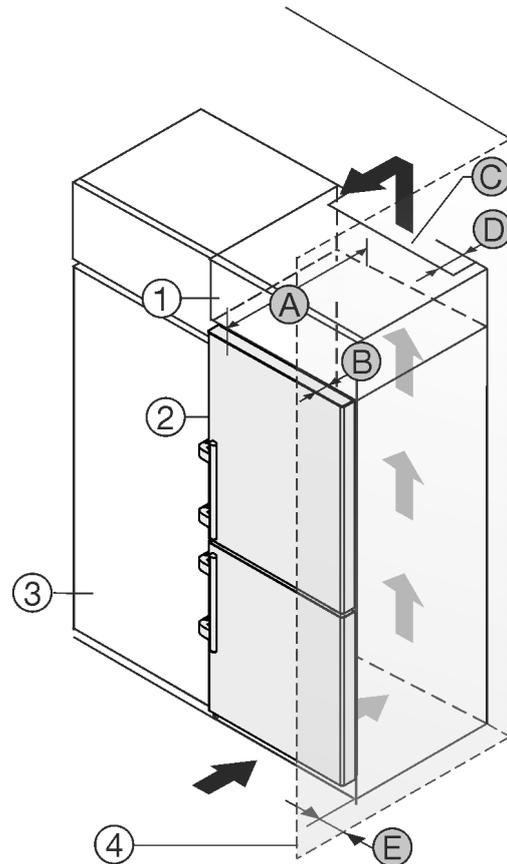

Fig. 47
L'apparecchio può essere incassato in mobili da cucina. Per adattare l'apparecchio Fig. 47 (2) all'altezza della cucina componibile, è possibile applicare sopra l'apparecchio un mobile da appoggio Fig. 47 (1).
L'apparecchio può essere installato direttamente accanto al mobile da cucina Fig. 47 (3). Per poter aprire completamente la porta, l'apparecchio deve sporgere almeno della profondità Fig. 47 (B) rispetto al frontale del mobile da cucina. L'apparecchio può sporgere ulteriormente a seconda della profondità dei mobili da cucina e dell'uso di distanziatori a parete.
- Sul retro del mobile da appoggio deve essere presente un vano di uscita dell'aria con la profondità Fig. 47 (D) sull'intera larghezza del mobile da appoggio.
- Sotto al soffitto del locale deve essere rispettata la sezione di ventilazione Fig. 47 (C).
Se l'apparecchio è installato con le cerniere accanto ad una parete Fig. 47 (4), deve essere rispettata la distanza Fig. 47 (E) tra apparecchio e parete, che corrisponde alla sporgenza della maniglia con la porta aperta.